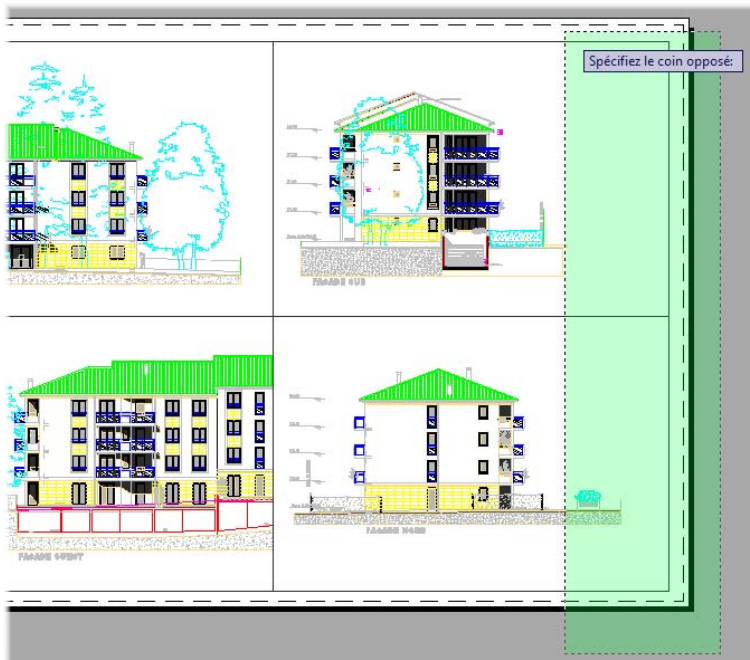

Figure 6.36
36. Afin de compléter et de rendre encore plus présentable notre feuille Présentation 2, nous allons ajouter un petit cartouche, sur la bande verticale de la page. Pour cela, déplaçons légèrement les façades de droite vers la gauche à l'aide de la fonction Panoramique, en faisant attention à ne pas toucher au facteur d'échelle. Puis, avec l'outil Étirer, étirons légèrement les cadres de la présentation vers la gauche afin de laisser cette place pour le cartouche (voir Figure 6.36).